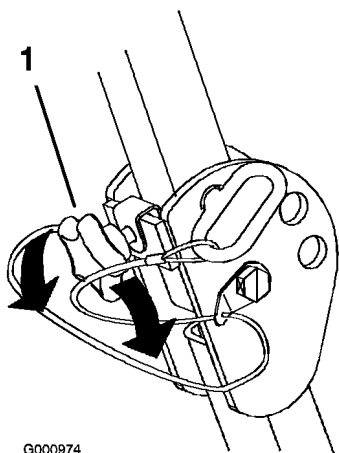

Figura 8
1. Para bajar la barra anti-vuelco, afloje los pomos delanteros (Figura 8).
Importante: Apriete los pomos delanteros contra los extremos de la barra anti-vuelco central (Figura 8).